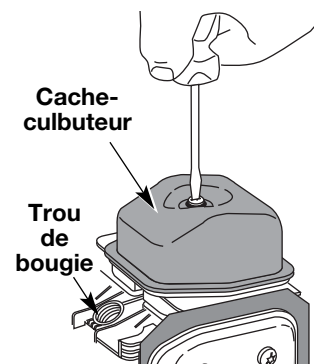

Fig. 37
7. Nettoyez toute saleté autour du cache-culbuteur. Retirez la vis retenant le cache-culbuteur à l'aide d'un tournevis à lame plate large ou à mèche no. T-25 Torx (Fig. 37). Enlevez le cache-culbuteur et le joint.
- Le piston est au sommet de sa course lorsqu'on regarde par le trou de la bougie (Fig. 37)